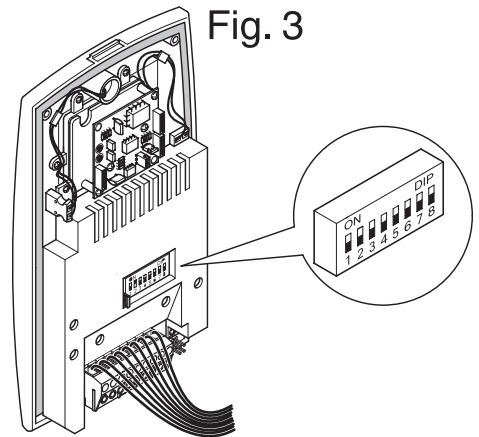

Fig. 4
4. Confirmer la fonction programmée en insérant le cavalier JP5 (Fig.4), attendre qu'un ton de confirmation soit émis et enlever à nouveau le cavalier JP5.